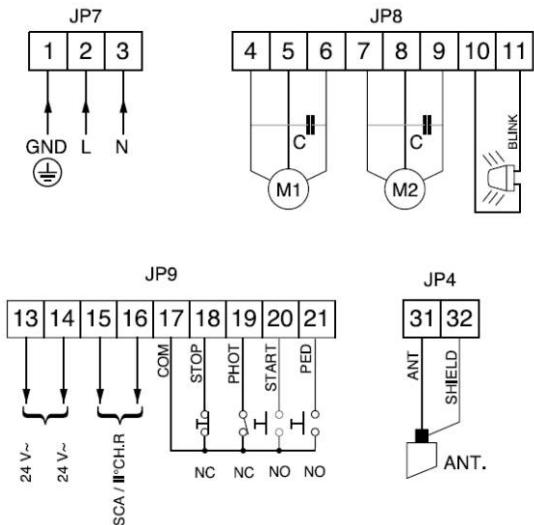

рис. 3
4. Подсоединения к клеммам (рис. 3).
- Индикатор открытых ворот или 2-ой канал радио: если активирована эта функция, то имеется возможность подключения проблесковой 24 вольтовой лампы, как показано на рис. 3. В этом случае можно определить состояние ворот по вышеупомянутой таблице. Если не активирована, то контакт на клеммах 14 и 15 представляет собой свободный от напряжения и н.о. контакт, который активируется только в течение 2-х секунд, при каждом нажатии на 2-ую кнопку радиоуправления. Кнопка 1 резервируется для команды СТАРТ.